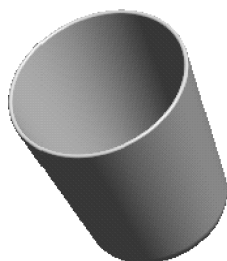
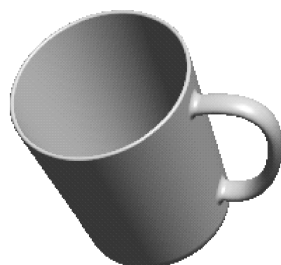

图 6-24 原杯子
图 6-25 加手把的杯子
【例 6-2】 利用如图 6-24 所示的杯子, 完成其手把的创建, 如图 6-25 所示。
(1) 打开名为 “liti6-2. prt” 的实体文件, 模型如图 6-24 所示。
(2) 选择菜单栏中的【插入】|【扫描】|【伸出项】选项, 弹出【伸出项: 扫描】对话框和菜单管理器。
(3) 在【扫描轨迹】菜单中选择【草绘轨迹】选项, 出现【设置草绘平面】菜单。
(4) 在【设置草绘平面】菜单的【设置平面】菜单中选择【平面】选项, 在图形区选择 “FRONT” 基准面作为草绘平面, 出现【方向】菜单。
(5) 在【方向】菜单选择【确定】选项, 在【草绘视图】菜单中选择【缺省】选项, 进入草绘界面。
(10) 在【伸出项：扫描】对话框的【元素】列表中选择【属性】选项，单击【定义】按钮，出现【属性】菜单，在其中选择【合并端】|【完成】选项。
(11) 重新预览模型，发现手把和杯体之间完美结合，符合设计意图后，单击按钮完成手把。
(12) 使用【倒圆角】工具，完成两条交线的圆角，设置圆角大小为 3，最后结果如图 6-25 所示。
(13) 保存文件，关闭窗口，拭除不显示。